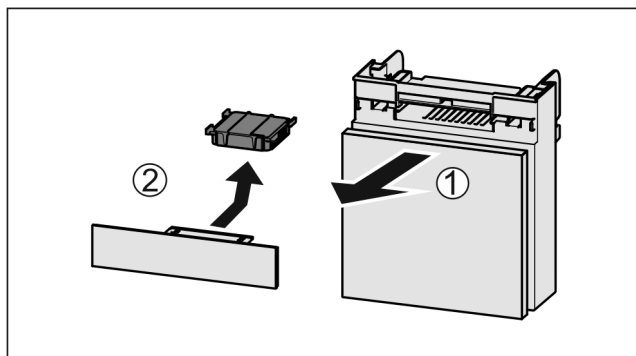

Fig. 172
- ▶ Extraire le compartiment par l'avant Fig. 172 (1).
- ▶ Sortir le filtre à charbon actif Fig. 172 (2).